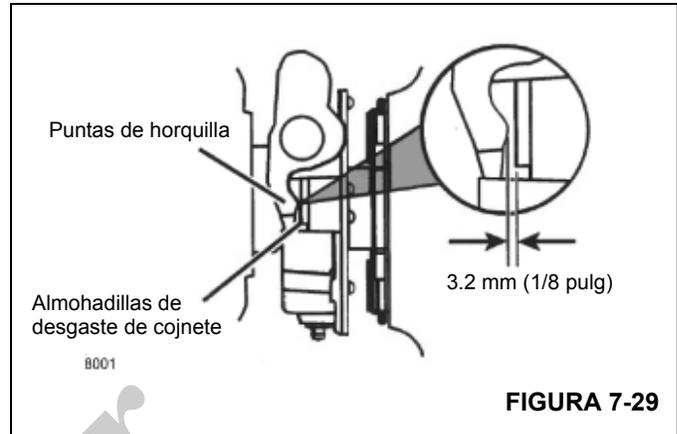

FIGURA 7-29
- El tornillo de ajuste está ajustado a una tolerancia de desgaste de 1.6-3.2 mm (1/16-1/8 pulg), como se ilustra (Figura 7-29).
- Verifique el juego libre: Revise la distancia entre las puntas de la horquilla y las almohadillas de desgaste de cojinete. Debe ser de 3.2 mm (0.125 pulg) (Figura 7-29). Para cambiar el espacio libre, ajuste el tope de pedal superior en la cabina.